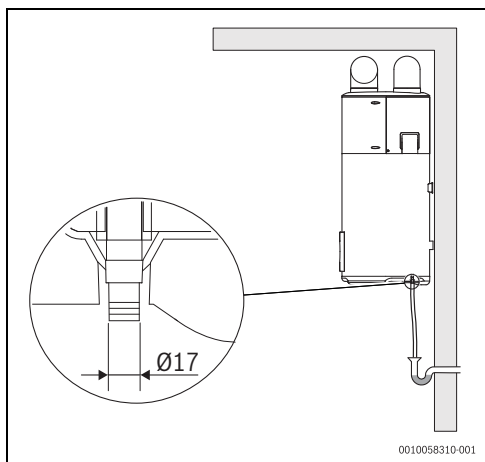

Fig. 21 Ligação da drenagem de condensados
- ▶ Ligar uma tubagem flexível Ø 17 mm (Fig. 21).